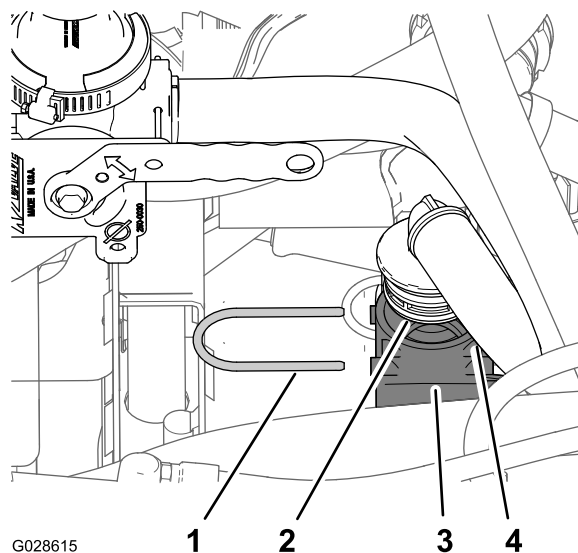

Рисунок 27
1. Вставьте прямоугольный ступенчатый штуцер перепускного шланга эдуктора в нижний тройник (Рисунок 27), использовавшийся при выполнении пункта 2 раздела Подготовка к монтажу клапана эдуктора (страница 13).
2. Прикрепите прямоугольный штуцер к нижнему тройнику с помощью держателя (Рисунок 27), который вы сняли при выполнении действий, описанных в пункте 2 Подготовка к монтажу клапана эдуктора (страница 13).